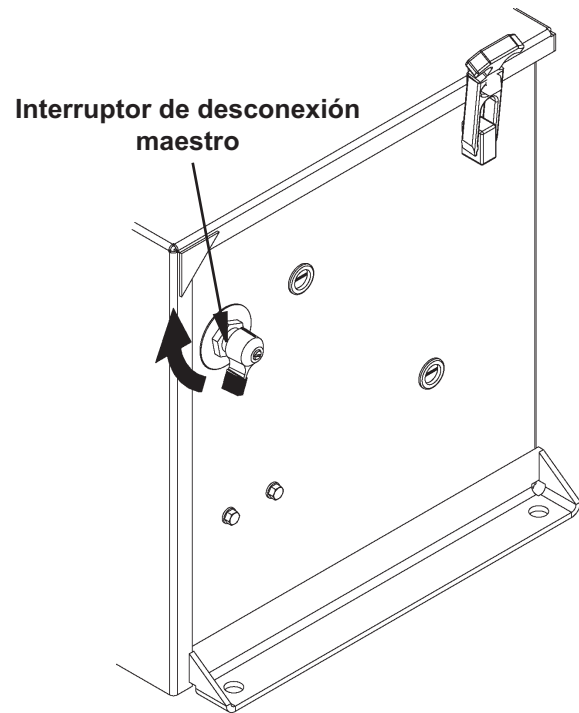

FIG. 7-1
6. Gire el interruptor de desconexión maestro en sentido de las manecillas del reloj (**FIG. 7-1**) para conectar la alimentación eléctrica a caja de la bomba.